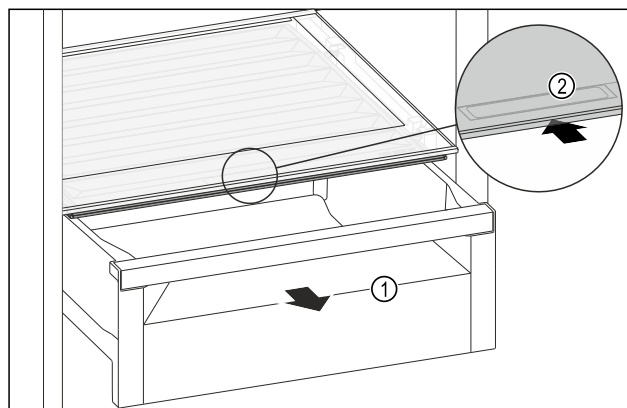

Fig. 109
- Schubfach Fig. 109 (1) herausziehen.
- Griffmulde *Fig. 109 (2)* am Fachdeckel anfassen und Fachdeckel gleichzeitig nach hinten schieben.